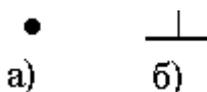

Рисунок 1.2 – Условные изображения соединяющего узла (а) и заземления (б)
*Соединяющий узел* (рис. 1.2, а) применяется для соединения проводников и создания контрольных точек. К каждому узлу может подсоединяться не более четырех проводников.
*Заземление* (рис. 1.2, б). Любая схема, содержащая операционный усилитель, трансформатор, управляемый источник, осциллограф, должна быть обязательно заземлена, иначе приборы не будут производить измерения или их показания окажутся неправильными.